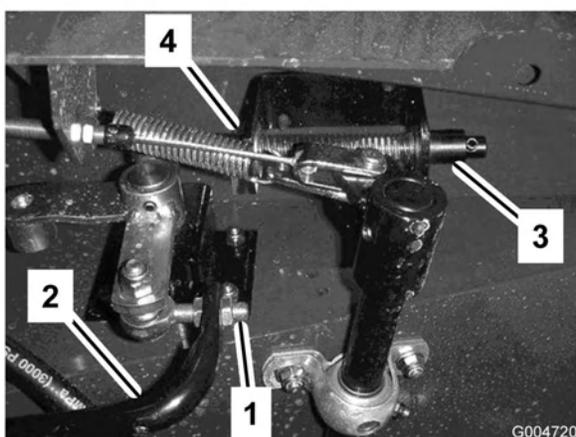

Figura 67
3. Afloje las contratuercas del extremo de la varilla y ajuste la longitud de la varilla de tracción (Figura 67) para que el pedal entre en contacto con el tope cuando la palanca de la bomba llega al final de su recorrido completo. Apriete las contratuercas.
3. Llene el depósito (Figura 67) con aproximadamente 30 l de aceite hidráulico; consulte Comprobación del aceite hidráulico .